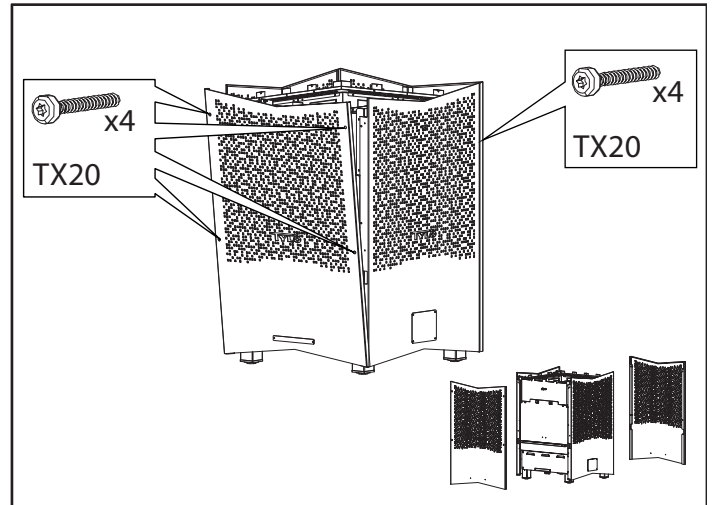

Abbildung 7: Entfernen Sie die Front- und Rückwände, indem Sie die verdeckten Schrauben (Torx 20) lösen.
1. Schrauben Sie die Front- und Rückwände ab und entfernen Sie diese, siehe Abbildung 7.